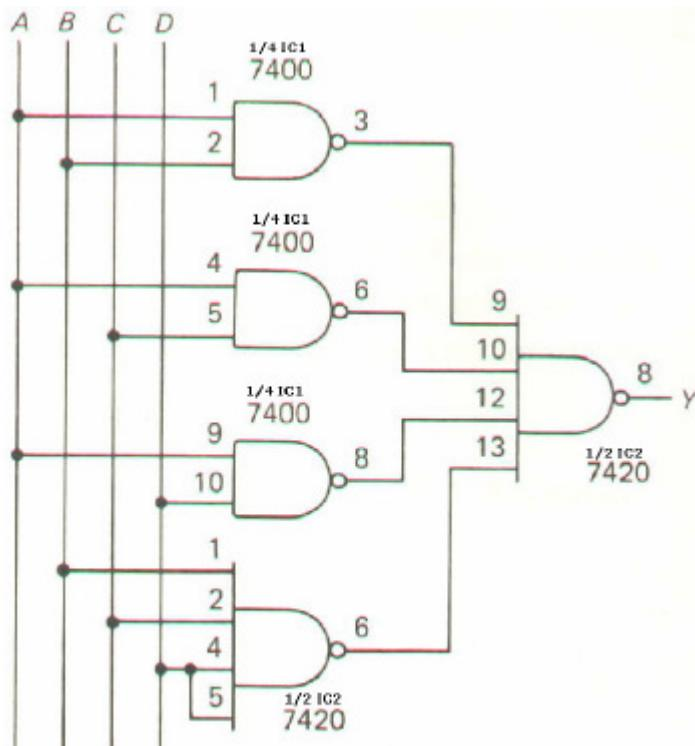

Fig.1
*Todos os esquemáticos entregues neste e nos próximos trabalhos devem indicar os integrados utilizados e a numeração dos pinos, como no exemplo da Fig. 1.*
Deverá para seu próprio benefício seguir o conjunto de recomendações aqui apresentado, e que se ilustra no diagrama lógico exemplo da Fig.1.